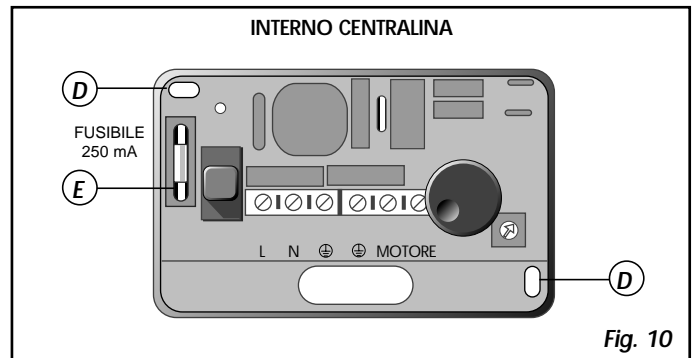

Fig. 10
**cavo marrone (B)** (che esce dall'ECOPALEX) negli appositi morsetti L N ⊕ all'interno della centralina (vedi schema) (Fig. 10) eliminando la spina del cavo stesso.
**cavo nero (A)** dalla centralina ⊕ MOTORE (Fig. 10) alla rete di alimentazione. Nel caso non venga installata la centralina, prevedere per l'avvio e l'arresto degli stessi, un interruttore ad incasso collegato ai ventilatori e dotato di fusibili.
## MONTAGGIO DELLA SCATOLA (Fig. 10)